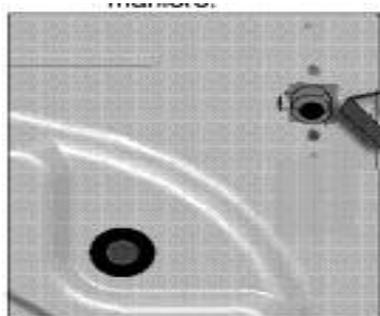

Fig. 10
- . Retirar o filtro da ligação da entrada da água na máquina (com a ajuda de uma chave) (Fig.10) e lavá-lo cuidadosamente com a ajuda de uma escova.